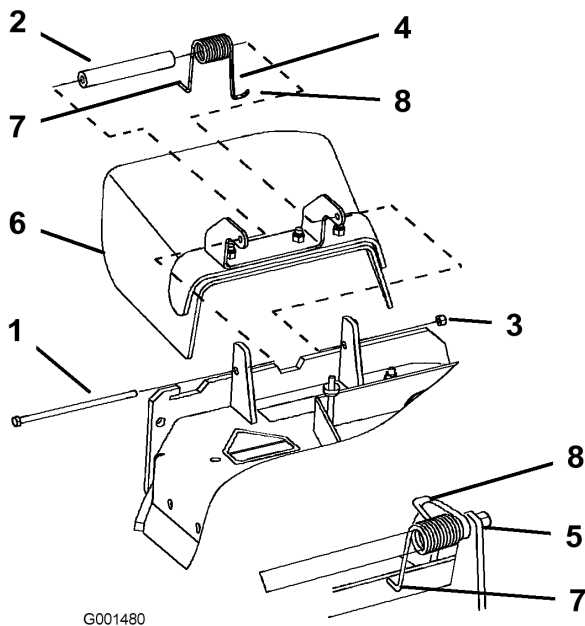

Figura 44
1. Retire la contratuerca, el perno, el muelle y el espaciador que sujetan el deflector a los soportes de pivote (Figura 44). Retire el deflector de hierba dañado o desgastado.
Nota: Asegúrese de colocar el extremo en L del muelle detrás del reborde de la plataforma antes de instalar el perno, según se muestra en la Figura 44.
3. Instale el perno y la tuerca. Coloque el extremo en J del muelle alrededor del deflector de hierba (Figura 44).